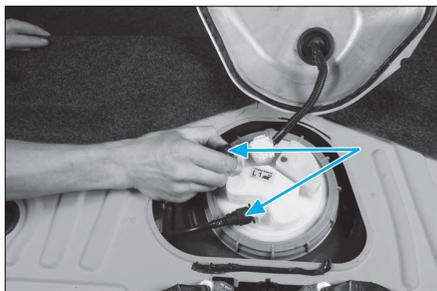

FIG. 56
- Débrancher le connecteur de la pompe (Fig.56).
- Déconnecter les tuyaux de carburant en prenant garde aux éclaboussures (Fig.56).